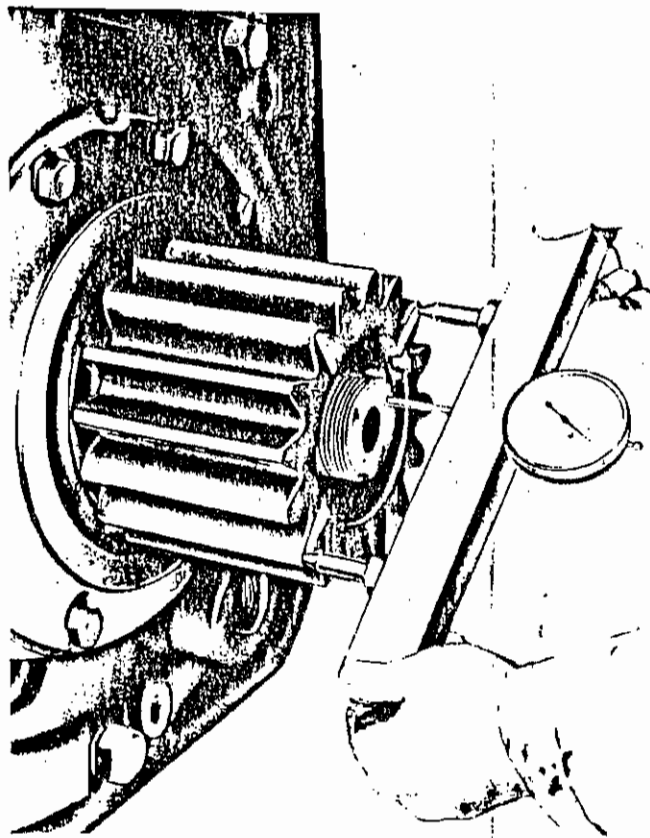

Fig. 53. Método de medir el avance del piñón con el calibrador, Cat. 6734861G1
3. Márquese la posición relativa angular del piñón en el eje con tiza (Véase la Fig. 53).